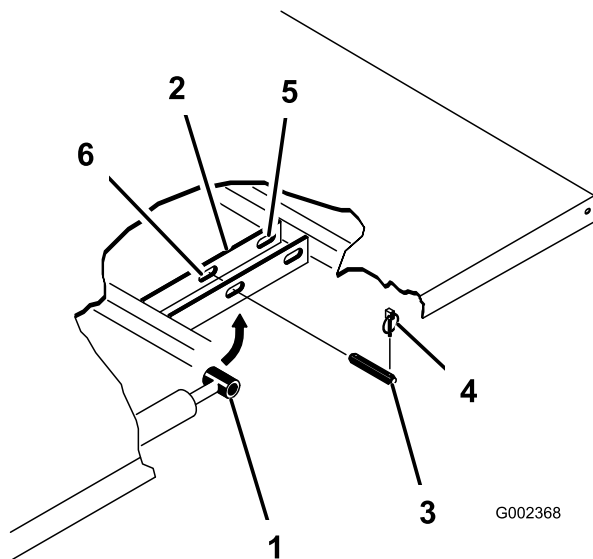

Figura 23
3. Retire las chavetas de los extremos exteriores de los pasadores de las varillas de los cilindros (Figura 23).
- Retire los pasadores que fijan las rótulas de las varillas de los cilindros a las chapas de montaje de la plataforma empujando los pasadores hacia dentro (Figura 23).
- Retire los pasadores de seguridad y los pasadores que fijan las placas de giro al bastidor (Figura 23).